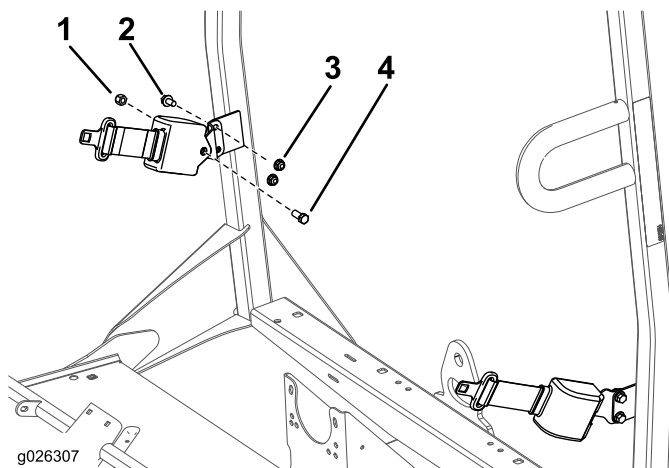

Figura 7
1. Monte um suporte de fixação do cinto de segurança em cada patilha ROPS com 2 parafusos (3/8 pol.) e 2 porcas (3/8 pol.) (consulte a Figura 7).
2. Monte a extremidade retraível de cada conjunto de cinto de segurança em cada suporte de fixação de cinto de segurança com um parafuso (7/16 pol.) e porca (7/16 pol.) (Figura 7).